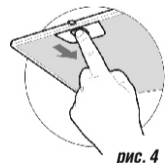

рис. 4
- перед установкой вытяжки снимите алюминиевый фильтр, для этого нажмите на пружинный замок на фильтре и потяните его вниз и на себя (рис. 4);
- 8.3 Для очистки алюминиевого фильтра извлеките его из вытяжки (рис. 4) и произведите очистку с помощью щетки горячим водным раствором нейтрального моющего средства вручную или в посудомоечной машине (при 60°C).